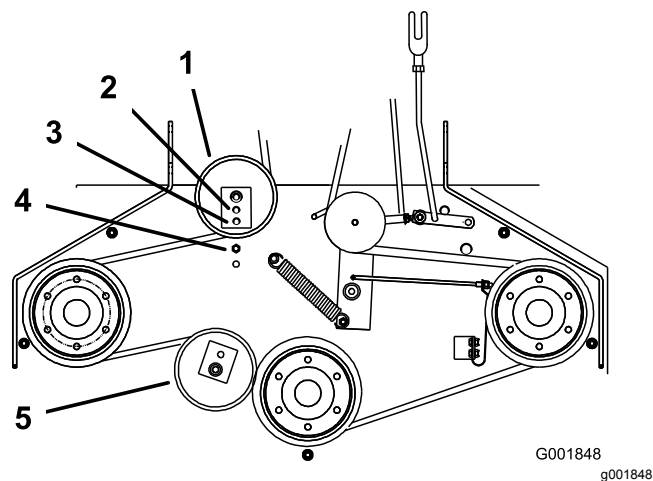

Figure 47
6. S'il n'est plus possible de régler le tendeur et que la courroie est encore détendue, il faut alors repositionner la poulie de tension arrière dans le trou central ou avant (Figure 47). Utilisez le trou permettant d'obtenir le réglage correct.
7. Lorsque la poulie de tension est déplacée, le guide de courroie doit l'être aussi. Placez le guide de courroie à la position avant (Figure 47).